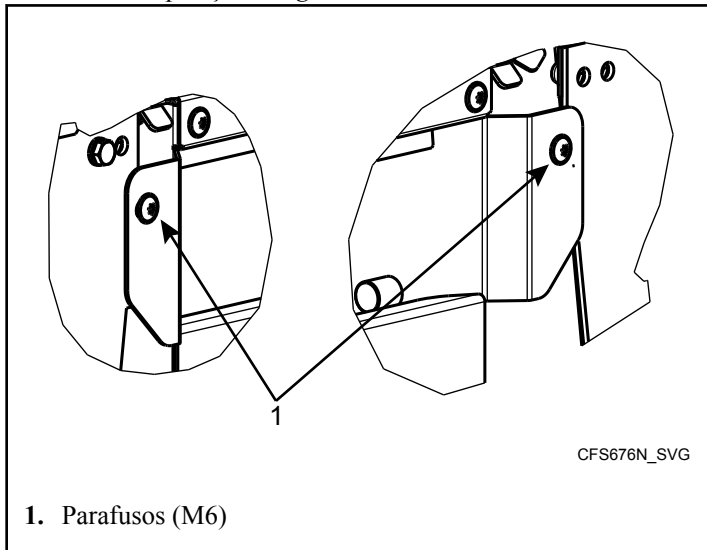

Figura 58
3. Remova os dois parafusos (M6) que fixam a caixa do filtro. Consulte a posição 1 *Figura 58*.